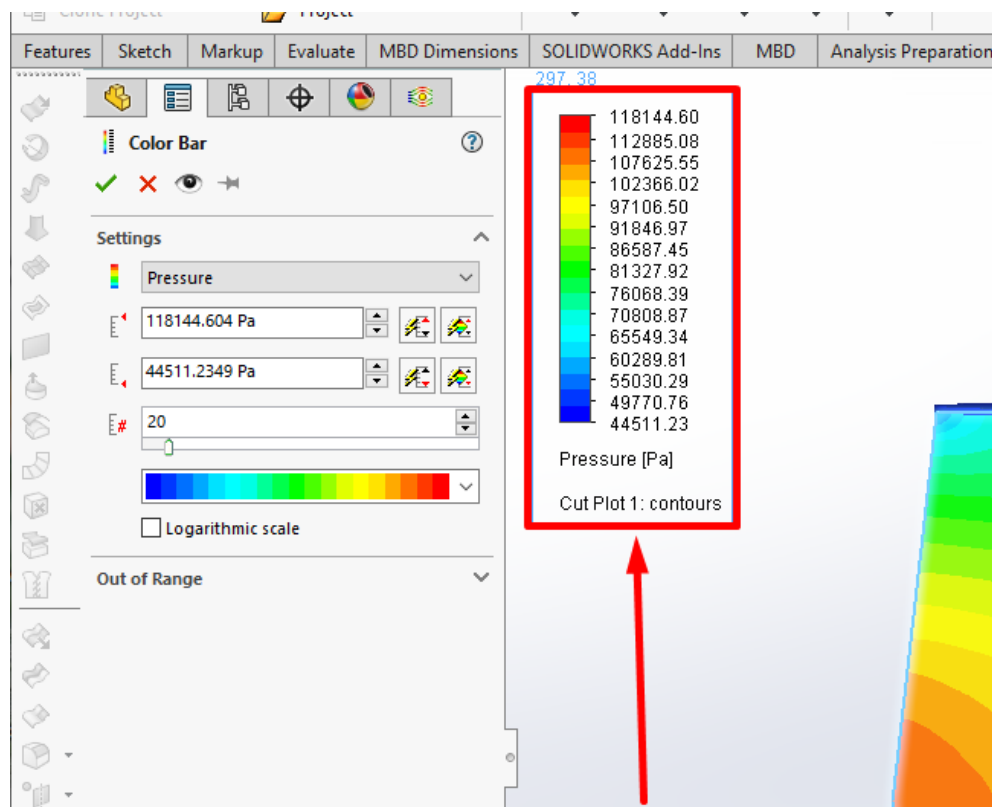

Рисунок 10.35 – Налаштування перегляду
- або натиснути ПКМ на значку **Results** в дереві **Flow Simulation Analysis** і вибрати **View Settings** (Налаштування перегляду) (рис. 10.35).